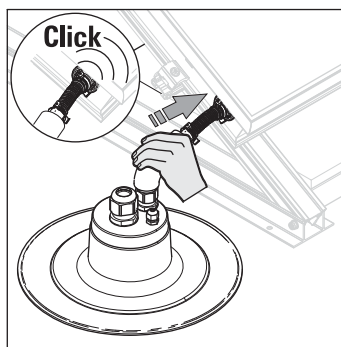

Bild 3-27 Kollektoranschlussbögen in Kollektoranschlussrohre stecken
8. Kollektoranschlussbögen in die Kollektoranschlussrohre einstecken, bis Halteklammern einrasten (Bild 3-27).